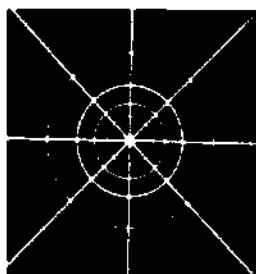

Рис. 4-1 — Объект фиксации по умолчанию
- ▶ Пациент услышит одиночный звуковой сигнал, означающий, что объект фиксации помещен в фокус (см. Рис. 4-1).